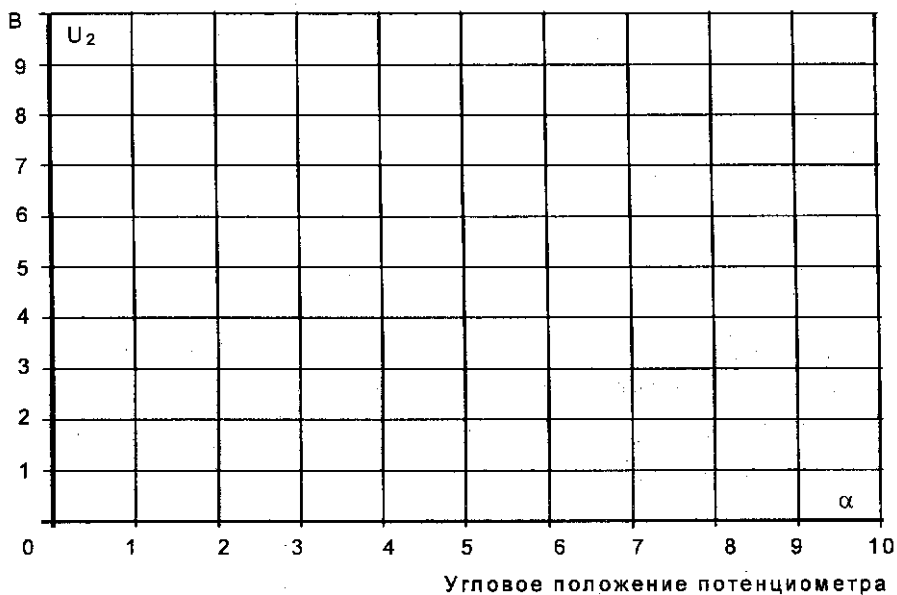

Рис. 4.10.4
- Перенесите значения напряжения U_2 на график (рис. 4.10.4) для построения кривой $U_2 = f(\alpha)$.